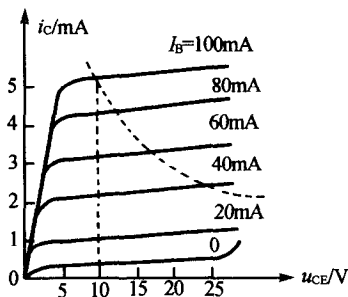

图 14.16
(1) 因为 $P_{CM} = I_C U_{CE} = 150\text{mW}$, 当 $U_{CE} = 10\text{V}$ 时, $I_C = 15\text{mA}$, 即为此时 I_C 允许的最大值。
(2) 当 $U_{CE} = 1\text{V}$ 时, 仅从功率的角度考虑, I_C 可达 150mA , 考虑到参数 I_{CM} , 故 $I_C = 100\text{mA}$, 即为此时允许的最大值。
(3) 当 $I_C = 1\text{mA}$ 时, 仅从功率的角度考虑, 可有 $U_{CE} = 150\text{V}$, 但考虑到参数 $U_{(BR)CEO}$, 所以, $U_{CE} = 30\text{V}$ 即为此时允许的最大值。
14.2.10 某半导体三极管的输出特性如图14.16。试求: 该管的 β 、 α 、 I_{CEO} 、 $U_{(BR)CEO}$ 和 P_{CM} 。